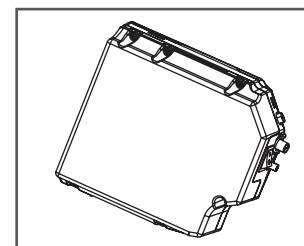

Figura 22
A. Afloje los 6 tornillos autopercutor desde el interior de la silla de ruedas eléctrica (es decir, la parte posterior de la caja de la batería) y abra la cubierta posterior, consulte la figura 22. El método es el mismo para los lados izquierdo y derecho;